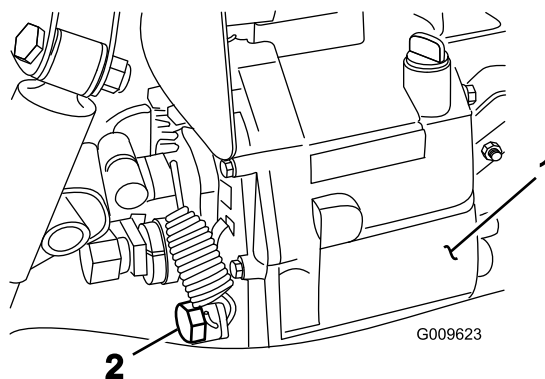

Figura 72
2. Retire el tapón de vaciado del lado del depósito y deje que se drene el aceite hidráulico en el recipiente (Figura 72).